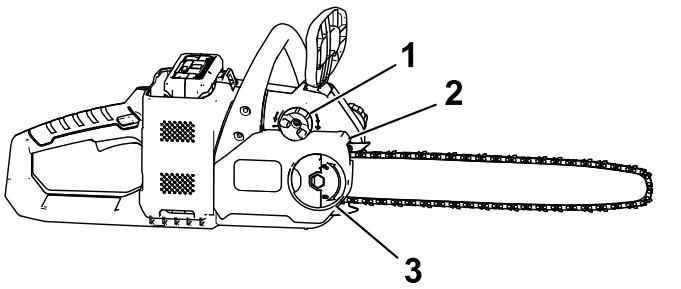

Figure 29
- Vissez l'écrou à oreilles jusqu'à ce qu'il soit bien serré (Figure 29).
- Retirez l'écrou à oreilles qui fixe le couvercle (Figure 29).
3. Détendez la chaîne en tournant la vis de tension dans le sens antihoraire (Figure 29).